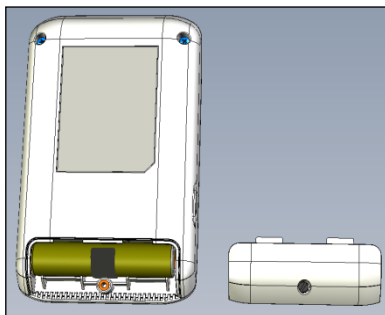
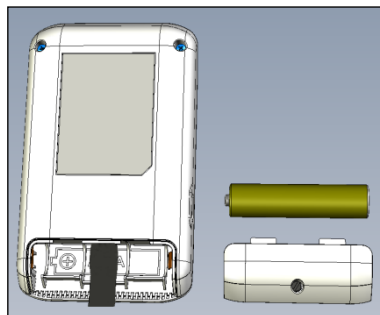

Fig. 1a
Fig. 1b
- 7.2.1. For at montere/udskifte batteriet skal du skrue af og fjerne batteridækslet på bagsiden af enheden (fig. 1a). Fjern det gamle batteri (hvis der er et til stede) ved hjælp af den indbyggede klud strimmel; sæt det nye batteri i efter polaritetsindikatorer, der er markeret inde i batterirummet (fig. 1b), udskift dækslet, og stram skruen.